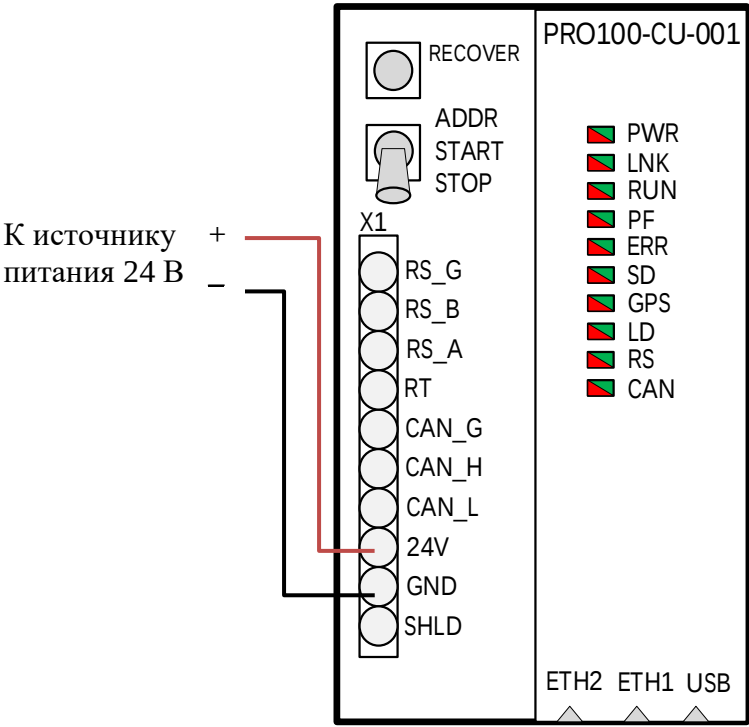

Рисунок 31 – Подача напряжения питания на общую электрическую шину через процессорный модуль
- 2.4.7 Подать напряжение питания 24 В постоянного тока на общую электрическую шину. Питание подаётся через процессорный модуль (рисунок 31).